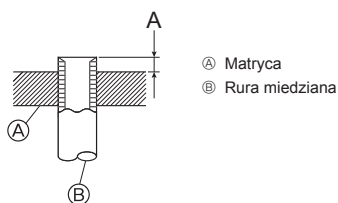

Fig. 4-9
- W celu podłączenia rur po stronie gazowej należy zastosować poniższą procedurę. (Fig. 4-9).
Tabela 3 (Fig. 4-9)